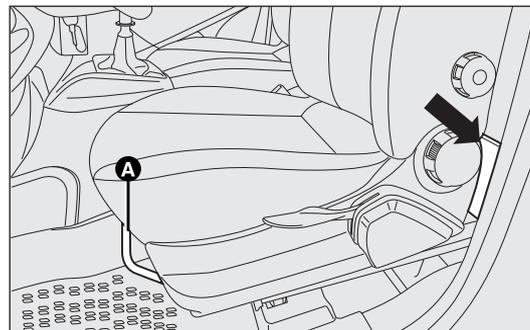

fig. 129
- pour les versions Cargo fig. 129 : avancer le siège avant gauche en agissant sur le levier A pour pouvoir prendre la boîte à outils et l'amener près de la roue à remplacer ;